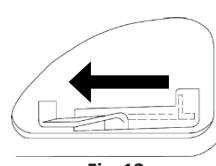

Fig. 12
- Rotiți pârghia șocului în poziția "ÎNCHIS". (Fig. 12)